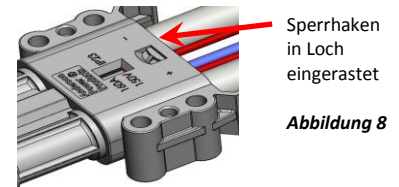

Abbildung 8
- f. Von der Rückseite des Halters drücken, bis der Sperrhaken des Halters in die rechteckige Öffnung (Abbildung 8) einrastet